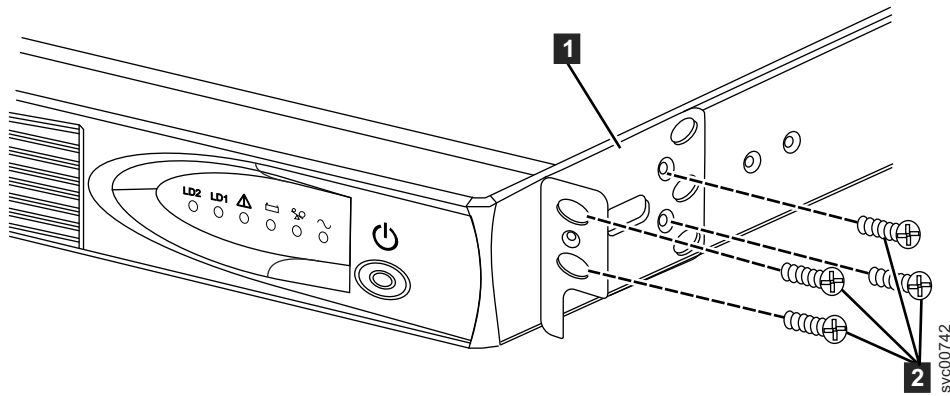

図8. 2145 UPS-1U 用の 2145 UPS-1U 取り付け金具の取り付け
- 取り付けブラケットごとに 4 つの M3 × 6 ねじ **2** を使用して、取り付けブラケット **1** の長い側を 2145 UPS-1U の各側面に取り付けます (19 ページの図 8 を参照)。